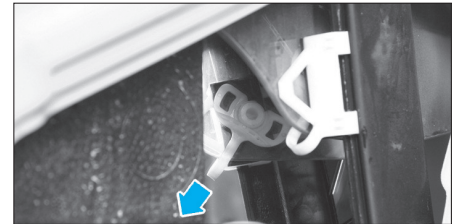

FIG. 80
- Retirer l'agrafe de fixation de la vitre (Fig.80).